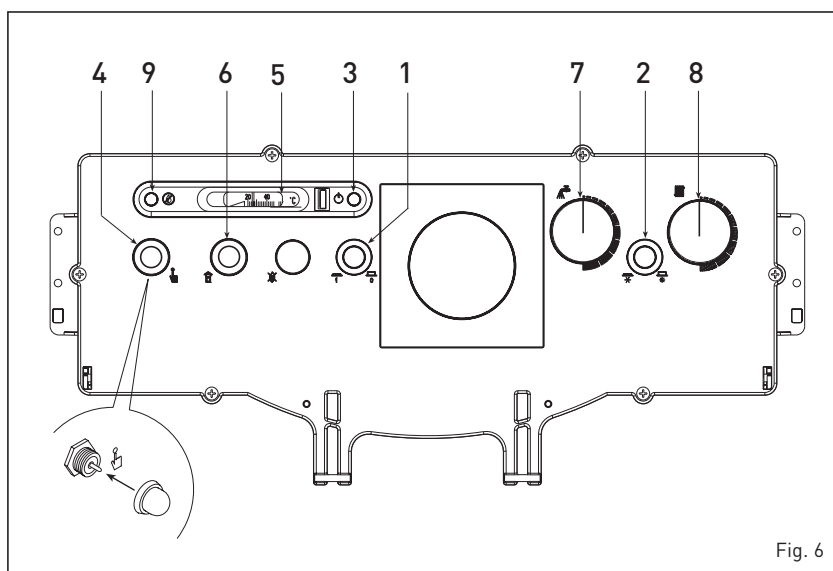

Fig. 6
- para garantir um rendimento ideal da caldeira, evitando possíveis formações de condensação, aconselha-se regular o botão do termostato da caldeira (8) numa temperatura não inferior a 60°C. O valor da temperatura programada é controlado no termómetro (5).
3.2.2 Termóstato de segurança (fig. 6)
3.2.1 Acendimento da caldeira (fig. 6)
3.2.3 Enchimento do equipamento (fig. 6)
3.2.4 Desligar a caldeira (fig. 6)